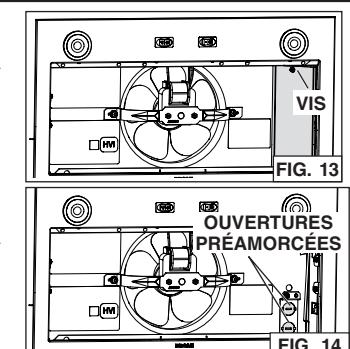

FIG. 14
4. Perforer une des deux ouvertures préamorcées (en gris dans la FIG. 14).